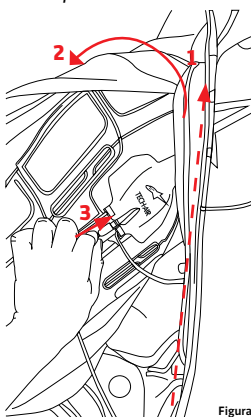

Figura 8
**Tip:** Cuando el sistema de airbag Tech-Air™ Race se instala en un traje de cuero, puede ser más fácil de acceder al puerto Micro USB desabrochando una de las cremalleras de fijación del chaleco (1) y alzando parcialmente el chaleco hacia el exterior. (Véase figura 8).
*Tip: Es más fácil poder acceder al interruptor principal (8) desabrochando primero una de las cremalleras de fijación del chaleco (1) y alzando parcialmente el chaleco del traje (véase Figura 8).*